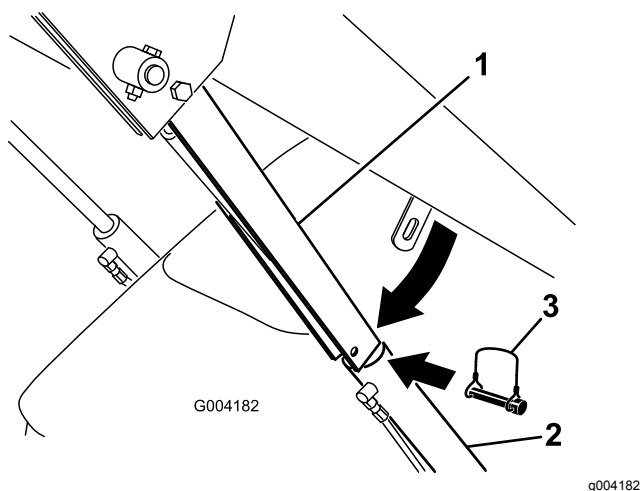

Figura 23
- Rimuovere l'acciarino che assicura il blocco del cilindro al braccio caricatore (Figura 23).
- Abbassare il blocco del cilindro sull'asta e fissatelo con l'acciarino (Figura 23).